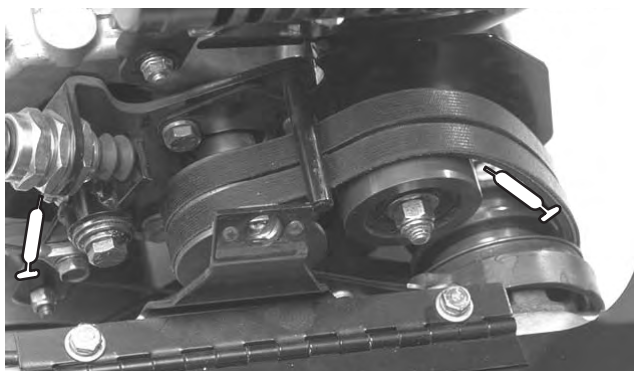

Bild 27
- 2 an den Riemenspanngelenken (Bild 27).